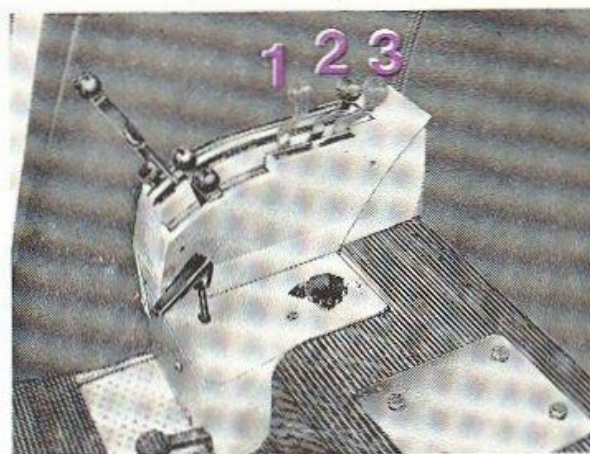

FIG. 23
- **VERS L'AVANT (1) (fig. 23) :**
- **CENTRALE (2) (fig. 23) :**
- **ARRIÈRE (3) (fig. 23) :**